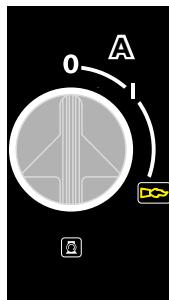

FIG. 11
3) Starta tvätttaggregatet genom att vrida strömbrytaren till läge "I" (fig. 11 A).
Nollställ de blinkande genom att vrida huvudströmbrytaren "A", fig. 11, till läge "0" och sedan till läge "I".
termostatvredet "B" till läge "0" (fig.11), låt apparten svalna i ca 3 minuter med pistolen öppen.